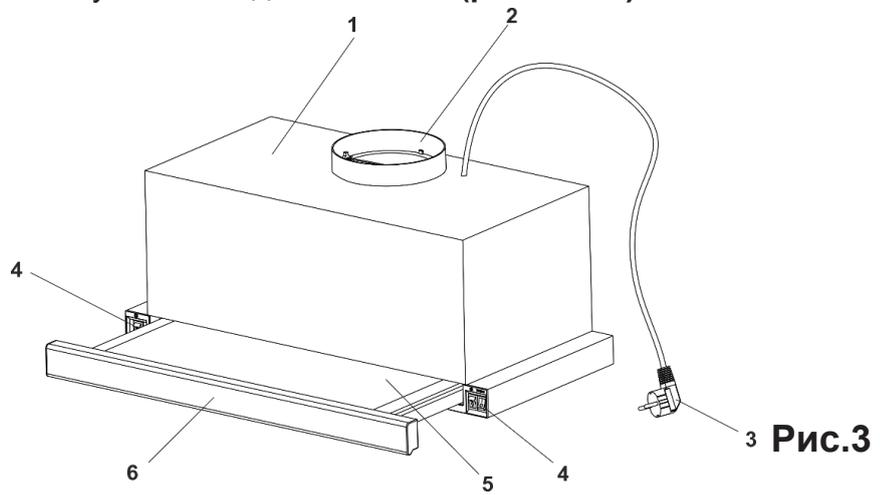

Рис.3
5.3 Витяжка складається з наступних складових частин (рис.3 / 3.1)